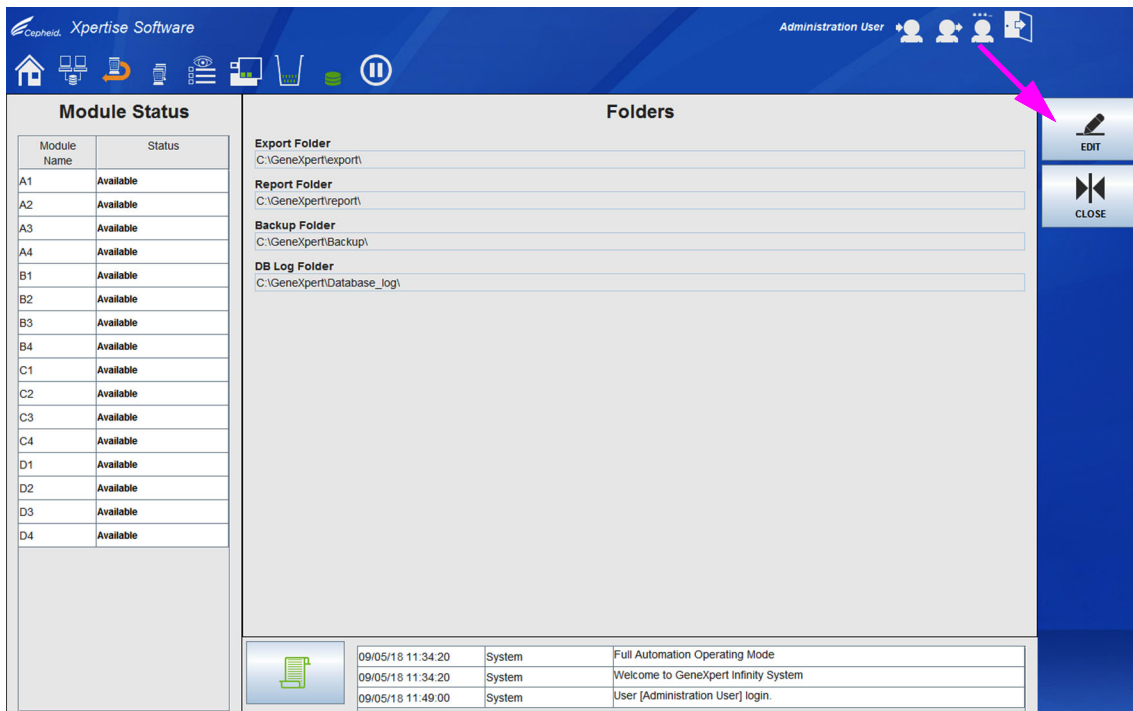
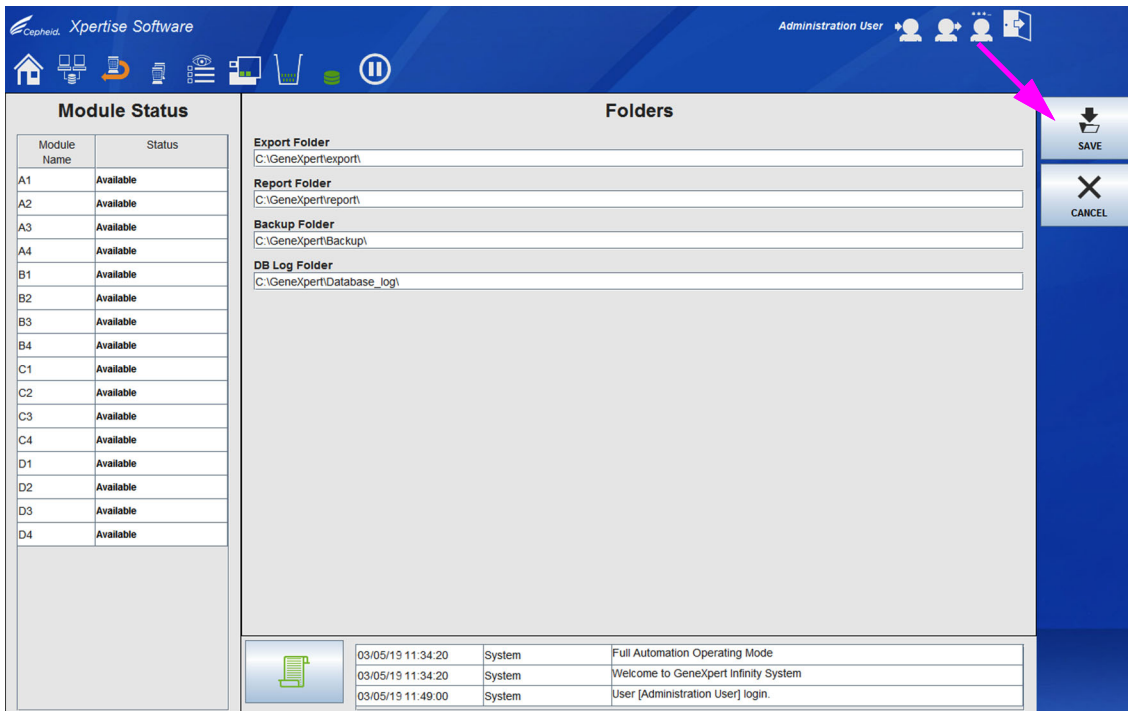

Figura 2-26. Área de trabalho Folders (Pastas)
Figura 2-27. Área de trabalho Folders (Pastas) ativada
3. Na área de trabalho Folders (Pastas), seleccione o botão **EDIT (EDITAR)** (ver Figura 2-26). A área de trabalho Folders (Pastas) está agora ativada e pode ser editada como mostrado na Figura 2-27.
5. Depois de preencher todos os itens na área de trabalho Folders (Pastas), seleccione o botão **SAVE (GUARDAR)** para guardar as alterações (ver Figura 2-27) ou seleccione o botão **CANCEL (CANCELAR)** para cancelar as alterações.